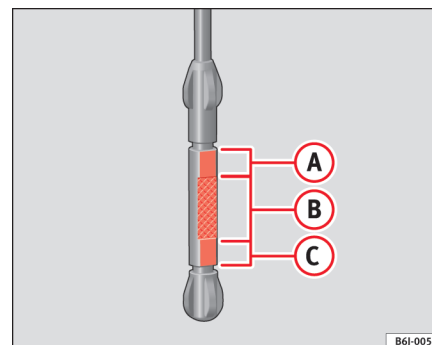

Fig. 125 Jauge d'huile-moteur
- Ensuite, retirez-la de nouveau et vérifiez le niveau d'huile ⇒ page 199, fig. 125. Faites l'appoint d'huile-moteur si nécessaire.